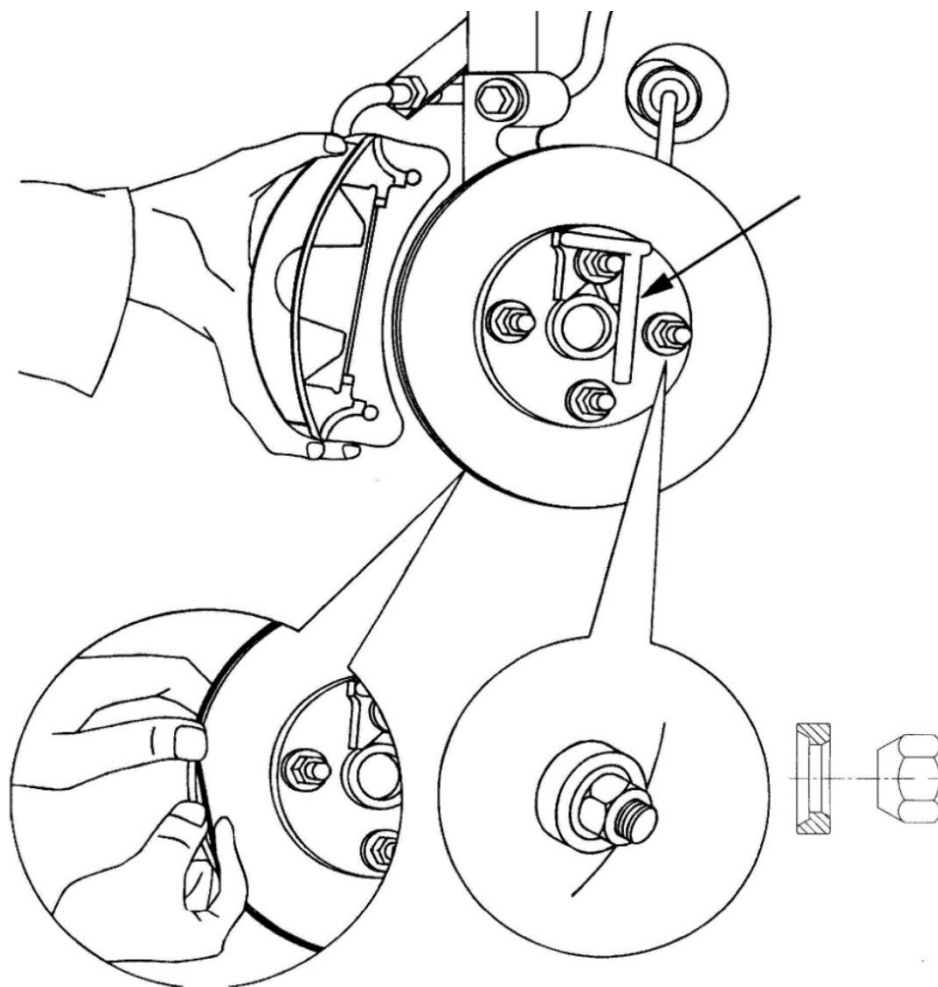

Рисунок 6
7.1.7 Снимите колесо с противоположной стороны и также закрепите тормозной диск с помощью двух колесных гаек или болтов и конических колец (рис. 6).